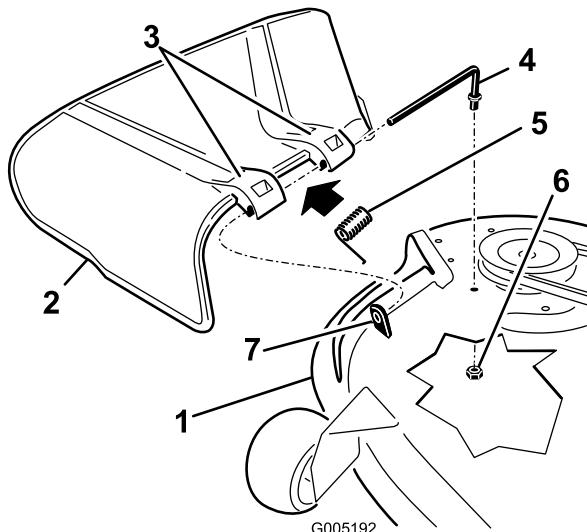

Figura 67
- Faça deslizar a barra para fora da parte saliente curta, da mola e do deflector de relva (Figura 67).
- Substitua o deflector de relva (Figura 67).
- Faça a barra deslizar pelo segundo suporte do deflector de relva (Figura 67).
- Fixe a extremidade traseira da barra ao cortador com uma porca (3/8 pol.), como se mostra em Figura 67.
- Remova a porta (3/8 pol.) da barra debaixo do cortador (Figura 67).